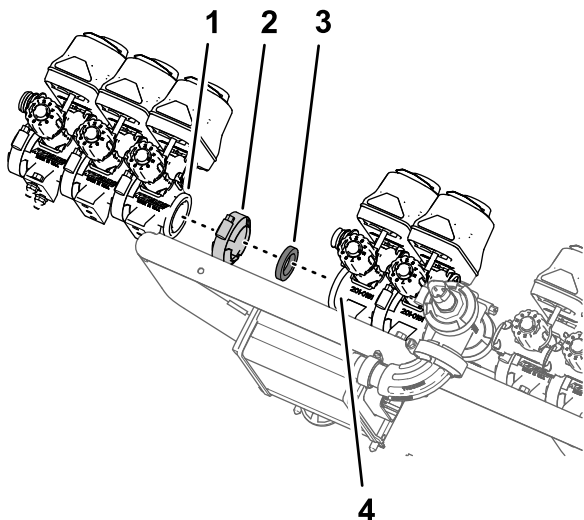

Bild 103
1. Befestigen Sie die drei Abschnittventile (Bild 103), die Sie in Schritt 8 in Abnehmen der Abschnittventile von der Verteilerbefestigung \(Seite 31\) entfernt haben, mit der Flanschklammer und der Dichtung, die Sie in Schritt 4 in 13 Entfernen der Auslegerabschnittventile \(Seite 29\) entfernt haben, am Flansch des Ventils 7 des Sprühventils.